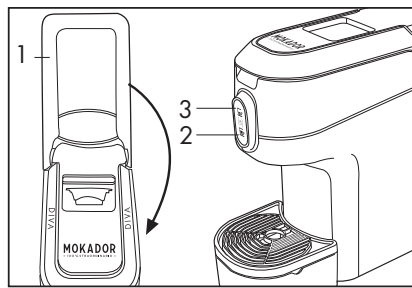

Fig. 8
- Cierre completamente la palanca (1), pulse un símbolo de dispensación (2-3) según el propio gusto pulsando nuevamente para detener la dispensación cuando se alcanza la cantidad deseada de café o de la bebida (Fig. 8).
- Durante la dispensación el símbolo dispensador (2) parpadea y termina cuando la dispensación se detiene.
- Para preparar un café largo (tipo Americano) pulse el símbolo dispensador (2) y después de preparar el café expreso y haber expulsado la cápsula gastada, dispense la cantidad de agua caliente deseada.
- Para extraer la cápsula levante lentamente la palanca (1). Si la cápsula no es expulsada, repita la operación o presione el botón dispensador (A-B-C) y al mismo tiempo levante la palanca (1).